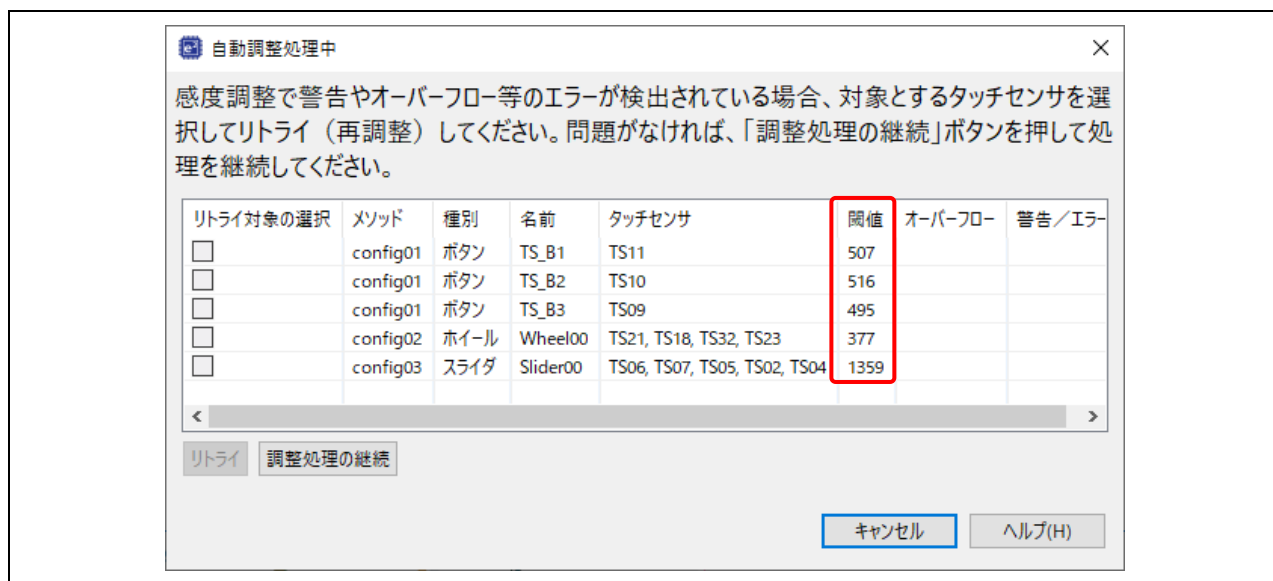

図 29 タッチイベントの閾値
- (9) 完了後、図 29 のようなダイアログボックスが開きます。タッチイベントが発生したかどうかをミドルウェアが判定する際にこの閾値を用います。